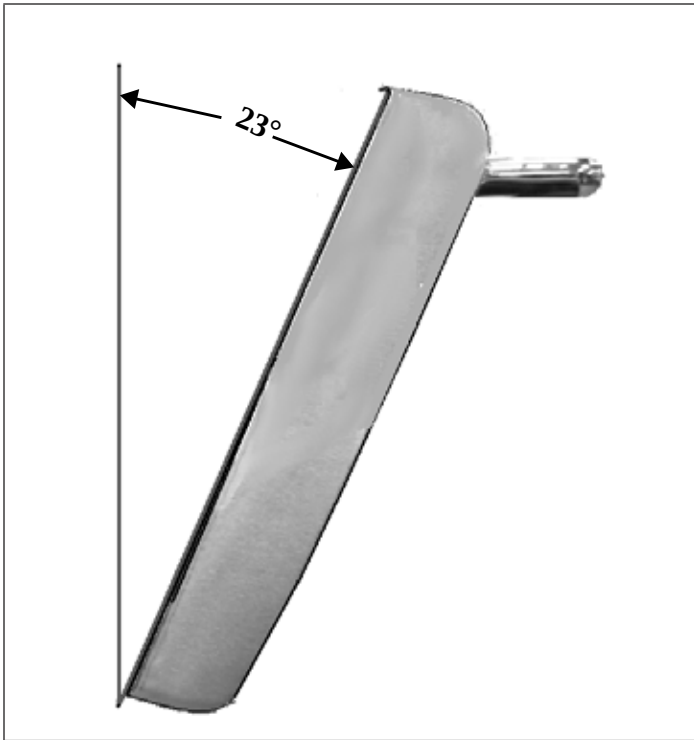

FIGURE 7: Angle Approximatif Nécessaire
1. Inclinez légèrement la porte (Figure 7) et insérez les charnières dans les fentes. Les charnières s'amarrent solidement dans les fentes si la porte est placée correctement. Ne forcez pas la porte et ne l'inclinez pas sur les côtés.